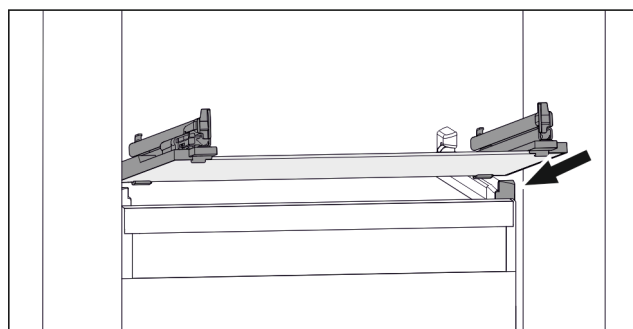

Fig. 107 Przykładowa prezentacja płyty szklanej
- ▶ Założyć płytę szklaną pod skosem za stoperami. (patrz Fig. 107)